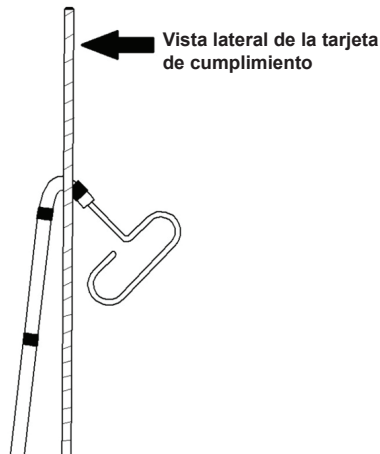

Figura 1 Configuración curvada
5. Coloque la banda marcadora de la punta distal con el doblez en la parte inferior y dentro de la ranura de vapor. (consulte la figura 1)